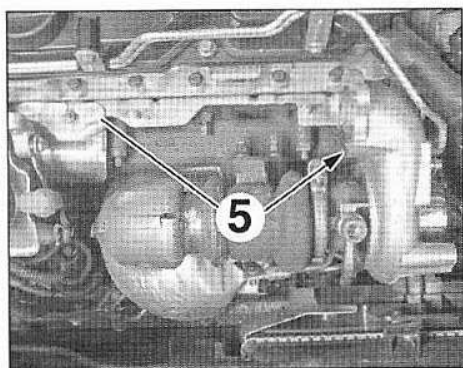

FIG.109
- les écrans thermiques (5) (Fig.109).